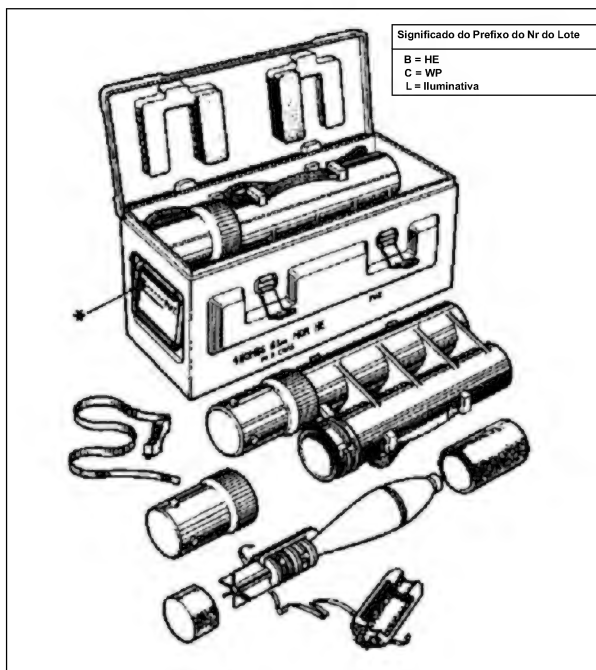

Fig 1-12. Estojo para granadas
**a. HE e WP** - Desengate a trava plástica em forma de cunha do estojo da granada e remova a sua tampa girando-a um quarto de volta no sentido anti-horário. Remova cuidadosamente a granada de dentro do estojo e retire as partes protetoras da ogiva, da carga inicial e quaisquer elásticos e fitas existentes. Quando é distribuída, normalmente, a granada vem preparada com a carga 6 (seis). Inspeccione os suplementos para assegurar-se que nenhum deles esteja danificado. Caso algum suplemento esteja danificado, ele deverá ser substituído. Cheque a cinta de turgência para verificar se não está danificada. Verifique o grampo de segurança da espoleta. Recoloque a granada no seu estojo, sendo primeiramente a cauda, e tendo o cuidado para não danificar os suplementos e a cinta de turgência. Se a granada for utilizada com a espoleta em “retardo”, girar a fenda da espoleta para a posição “D”. Quando se retirar a granada do estojo, e ela não estiver com o grampo de segurança, ou estiver com a espoleta danificada, deve ser separada e destruída (Fig 1-12).